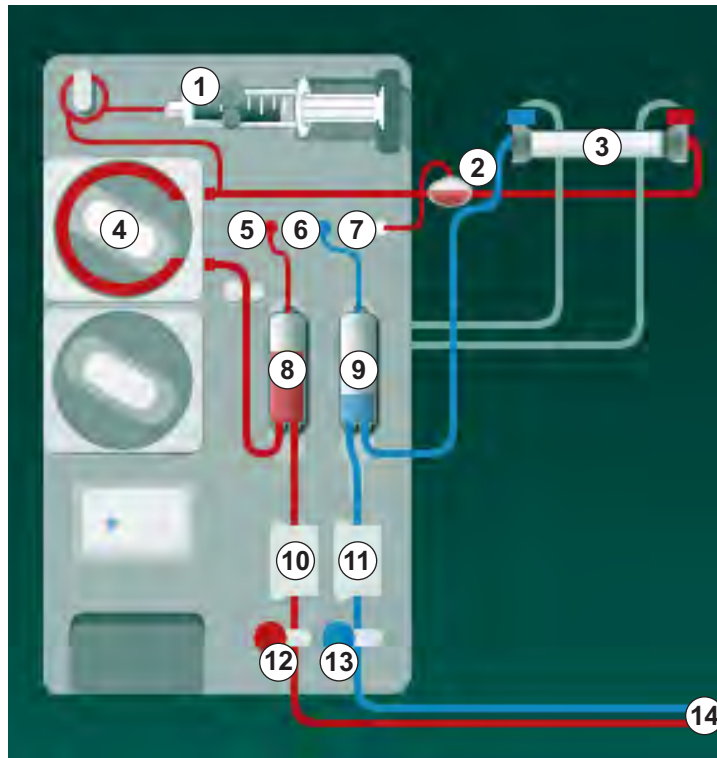

Рис. 9-3 Вставка системы кровопроводящих магистралей - Перекрестная процедура с одной иглой
1. Зафиксируйте диализатор (Рис. 9-3, ③) в держателе (см. раздел 5.6 Подключение диализатора (101)).